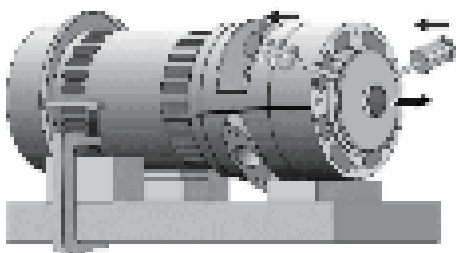

Figure 31
9. Les impulseurs sont clavetées sur l'arbre et ne se dévissent pas. Insérez deux tournevis sur les côtés opposés sous la impulseur exposée et faites levier pour retirer la impulseur (figure 31).